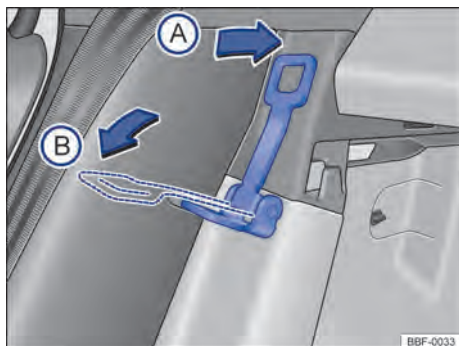

Fig. 69 Atrás do banco traseiro: alavanca para regulagem de inclinação do encosto
- **Posição (A):** colocar a alavanca → Fig. 69 no sentido da seta (A), para retornar o encosto do banco para sua posição original.
- **Posição (B):** colocar a alavanca → Fig. 69 no sentido da seta (B), para ampliar o compartimento de bagagem.
→ Fig. 69.